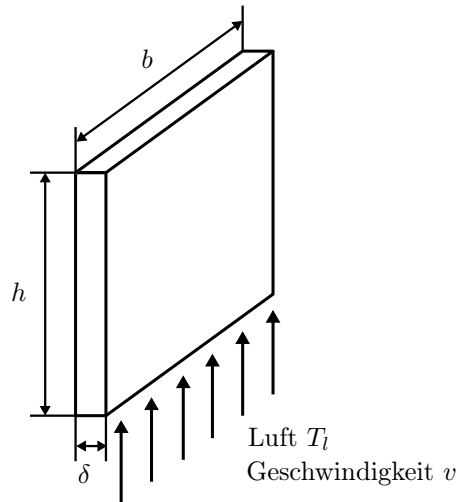

Abb. 5: Zum Abkühlvorgang in einer Kältekammer.
**Aufgabe 3.** Eine Klimakammer soll durch eine Kälteanlage auf der Temperatur  $T_l < 0^\circ\text{C}$  gehalten werden. In die Kammer sollen  $N$  dünne Kunststoffplättchen (Dicke  $\delta$ , Breite  $b$ , Höhe  $h$ ) eingebracht und in einer Zeit  $\tau$  von einer Anfangstemperatur  $T_0$  auf eine mittlere Temperatur  $T_\tau$  mit  $T_l < T_\tau < T_0$  abgekühlt werden (siehe Abbildung 5).